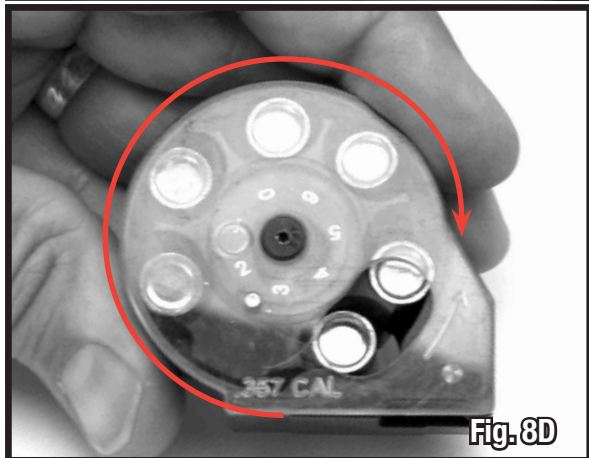

Fig. 8D
- Una vez que complete los espacios restantes del cargador, gire la cubierta en sentido horario hasta que alcance el nivel del punto de unión (Fig. 8D). El cargador ya está listo para usarse.